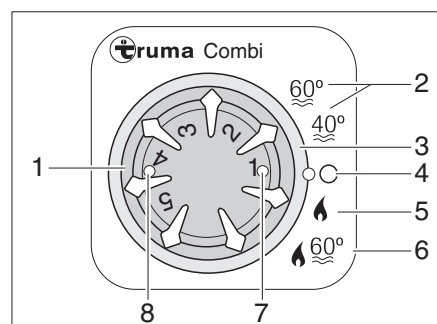

Fig. 297 Unidad de mando para la calefacción/caldera
- Seleccionar el modo de funcionamiento con el interruptor giratorio (Fig. 297,3).
La calefacción selecciona por sí sola la potencia de quemador necesaria. En el modo de funcionamiento "Calefacción y caldera" (Fig. 297,6) se calienta también el agua en la caldera. La calefacción puede utilizarse en el modo de funcionamiento "Calefacción sin caldera" (Fig. 297,5) con la caldera vacía.
- Poner el botón giratorio de temperatura (Fig. 297,1) de la unidad de mando en el nivel de calefacción deseado.
- Poner el interruptor giratorio (Fig. 297,3) en modo de invierno "Calefacción sin caldera" (Fig. 297,5) o en modo de invierno "Calefacción y caldera" (Fig. 297,6).
La luz de control verde (Fig. 297,7) se enciende.
- Ajustar el interruptor giratorio (Fig. 297,3) en "O" (Fig. 297,4).